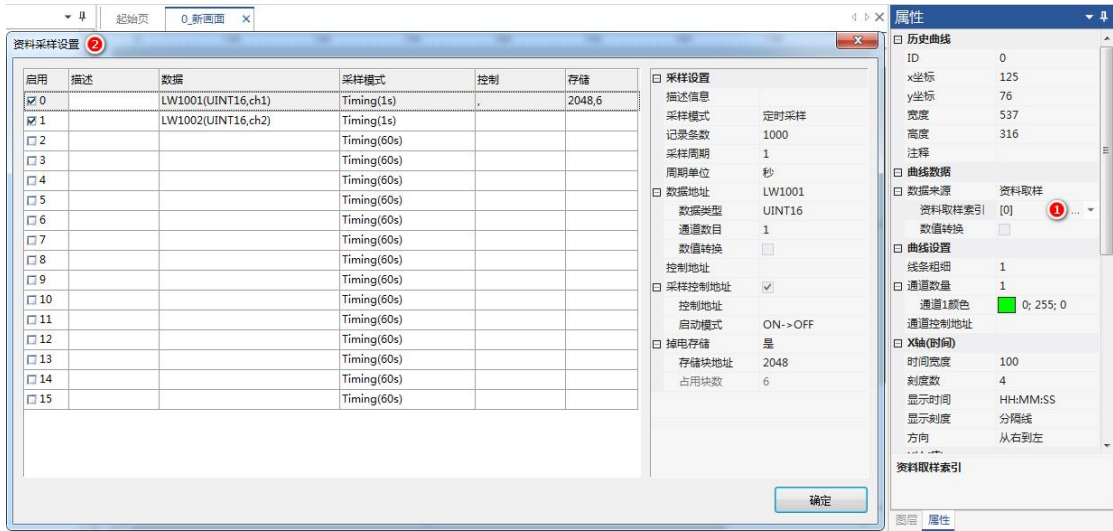

图 3-22 资料采样设置
- 打开资料采集设置，选择资料取样索引（详细参考“资料采集”），如图 3-22 所示。